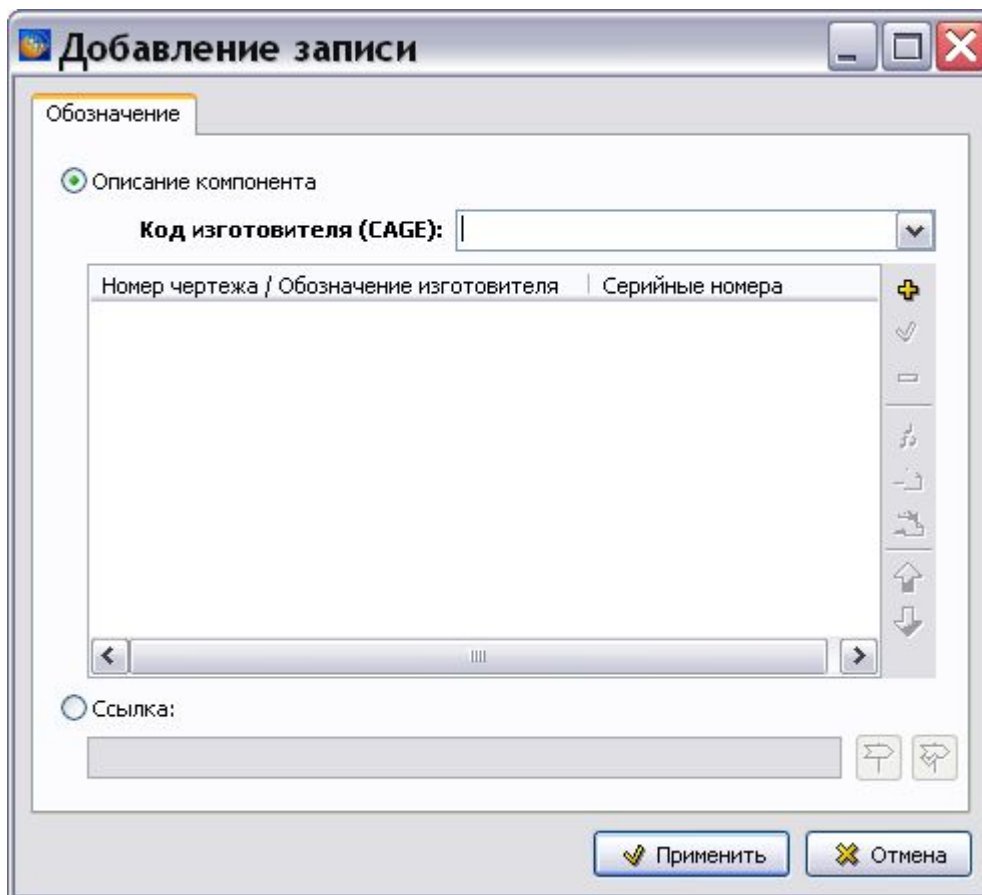

Рис. 7.7
4. Для ввода обозначения компонента нажмите на кнопку **Добавить**  в правой части окна. После этого откроется окно **Добавление записи** с вкладкой **Обозначение** (Рис. 7.7).